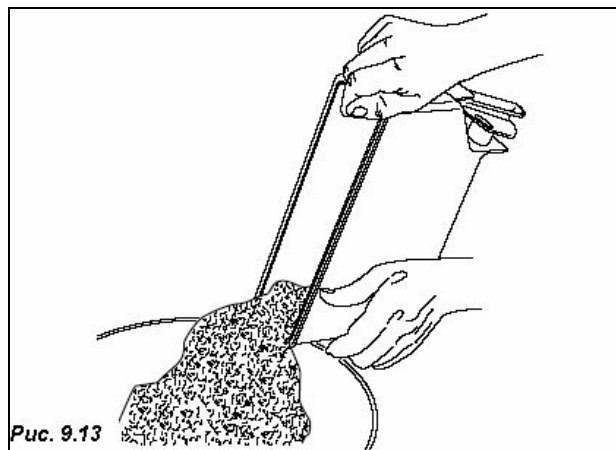

Рис. 9.13
- извлечь все продукты из контейнеров (Рис. 9.13)